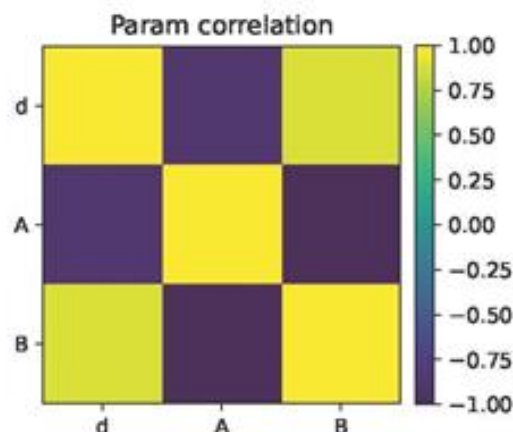

图 20 参数不确定度与相关性热图
5. 参数不确定度与相关性分析 基于最小二乘法的雅可比矩阵计算得到的协方差结果表明，厚度参数 d 的相对标准差小于 2%， A 与 B 的标准差也处于合理范围。相关性热图（图 20）显示 d 与 A 存在中等相关性， A 与 B 的相关性较高，但均低于 0.9，没有严重的共线性问题。说明参数可辨识性良好，厚度估计具有统计意义上的可信度。